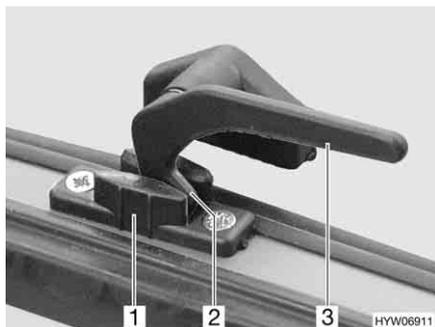

Fig. 61 Palanca de bloqueo en la posición de "ventilación continua"
- En la posición "ventilación continua" (Fig. 61)
- Girar la palanca de bloqueo (Fig. 61,3) un cuarto de vuelta hacia la mitad de la ventana.
- Girar la palanca de bloqueo un cuarto de vuelta hacia el marco de la ventana. El saliente de bloqueo (Fig. 61,2) se ha de introducir para ello en el rebaje del bloqueo de la ventana (Fig. 61,1).